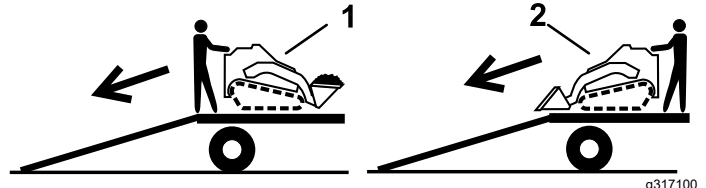

Figure 9
2. Placez toujours l'extrémité la plus lourde de la machine en haut de la rampe, la charge en bas, pour la descende de la remorque (Figure 9).